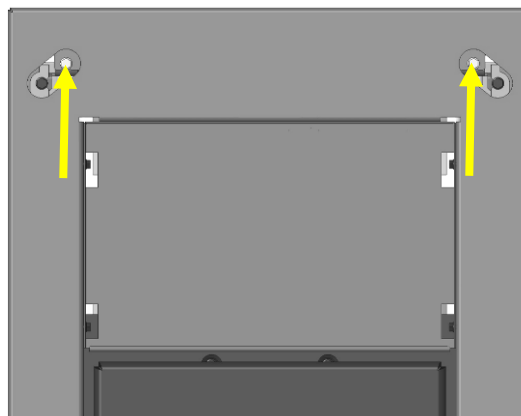

Fig. 17 : vis habillage frontal
3. Desserrez les vis de fixation de l'habillage (Fig. 17).